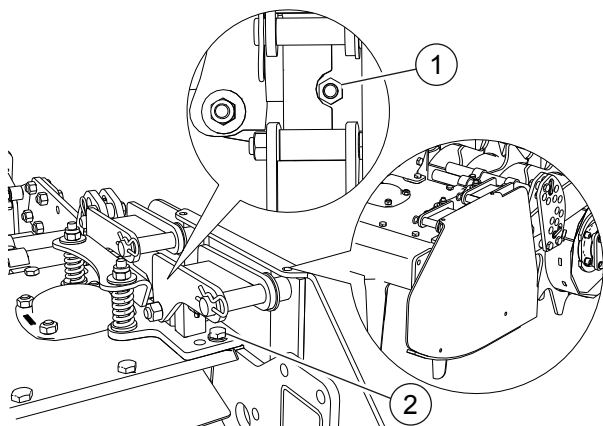

Abb. 16
- Die Muttern **1** „Abb. 16“ einschrauben.